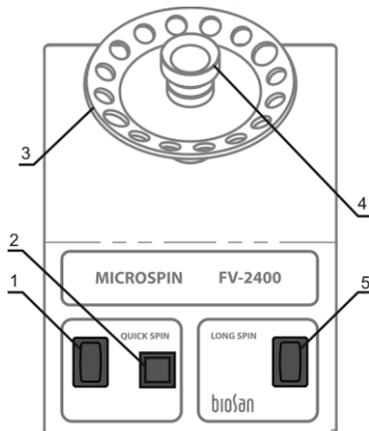

Fig.1 Panneau frontal
L'appareil est fourni avec un mécanisme de fixation qui convient à tous les types de rotors mentionnés ci-dessus; l'utilisateur peut donc facilement changer de rotor en l'espace de 3 à 5 secondes en fonction du type de tubes désirés. Pour changer le rotor (fig.1/3), maintenez-le d'une main et tournez la tête du vortex (fig.1/4) dans le sens antihoraire pour le libérer. Changez le rotor, puis revissez la tête de vortex.
- Positionnez le bouton **QUICK SPIN** (Fig.1/1) sur **I (ON)** .
- Pressez le bouton **QUICK SPIN** (Fig. 1/2) pour effectuer le mélange rapide/la sédimentation et maintenez-le appuyé jusqu'à ce que la durée souhaitée soit obtenue. Une fois que le bouton **QUICK SPIN** sera relâché, l'appareil s'arrêtera automatiquement.
- Positionnez le bouton **QUICK SPIN** (Fig.1/1) sur **O (OFF)** .
- Positionnez le bouton **QUICK SPIN** (Fig.1/1) sur **I** (ON).
- Tenez délicatement avec les doigts la partie supérieure du tube et, dans le même temps, pressez la partie inférieure contre le fond creux en forme de cône de la tête du vortex (Fig.1/4).
- Positionnez le bouton **QUICK SPIN** (Fig.1/1) sur **O** (OFF).
- Placez un nombre PAIR de tubes dans les emplacements du rotor (Fig. 1/3), les uns en face des autres.
- Positionnez le bouton **LONG SPIN** (Fig.1/5) sur **I** (ON) pour commencer la sédimentation.
- Positionnez le bouton **LONG SPIN** (Fig.1/5) sur **O** (OFF) pour arrêter la sédimentation.